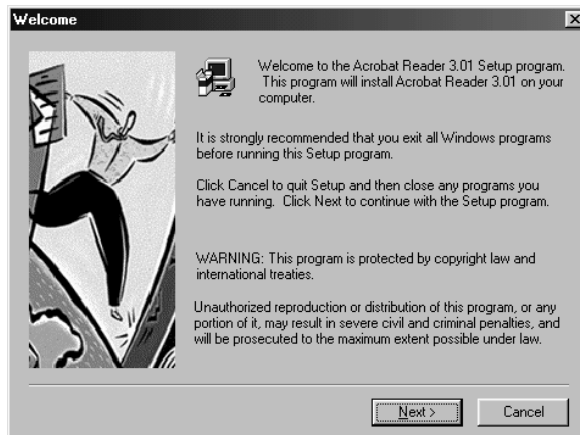

Figura 23: installazione di Adobe Acrobat Reader
1. Fare clic su 'Yes' per continuare. Viene visualizzata la finestra riportata in Figura 23.